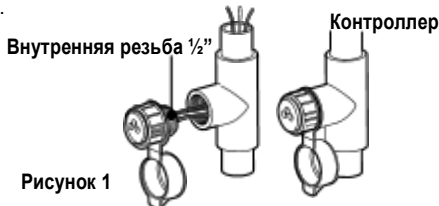

Рисунок 1
2. Подключите красный, белый и синий провода, выходящие из SmartPort® через тройник в проводку контроллера, как это показано на рис. 1
3. Закрепите винт корпус SmartPort® с помощью винта на тройнике (или другом фитинге), как это показано на рис. 1.